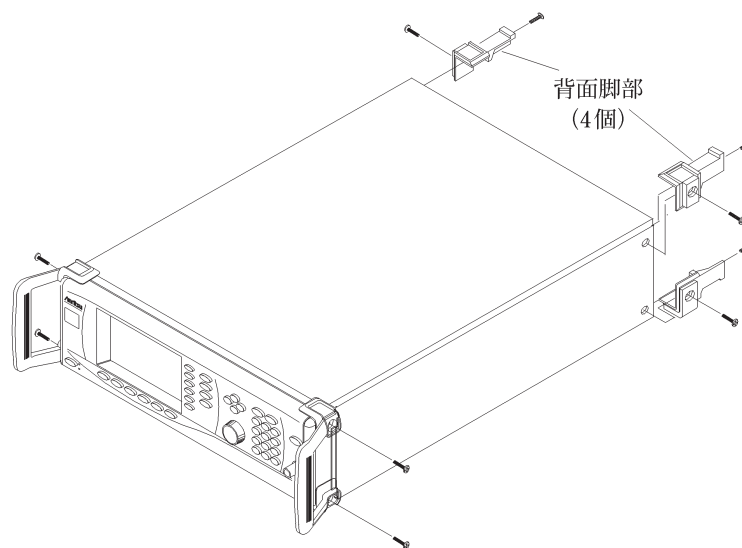
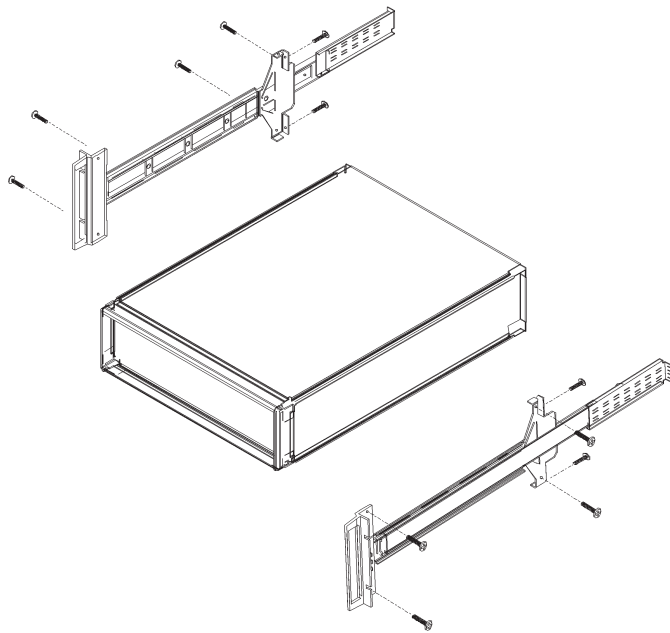

図2-3. 正面のハンドルと脚の取り外し
図2-4. ラックマウント用金具の設置
ラックマウント用キット（オプション1A）には、標準の装置ラックに信号発生器を取り付けるためのトラック・スライド（90° 傾斜可能）、取り付けアングル、フロントパネルハンドル一式が含まれています。ラックマウント用金具を装置に取り付けるための手順を以下に説明します。ラックマウントキット（オプション1B）はスライドがありませんが内部の組み立ては同じです。この手順もオプション1Bのラックマウントアセンブリの据え付けに使用できます。図2-3と図2-4を参照し実施してください。
- ステップ 4** 左側の内側スライドアセンブリを装置のケースに入れてください。このとき、ハンドルが装置の前面を向くようにしてください。（図2-4）